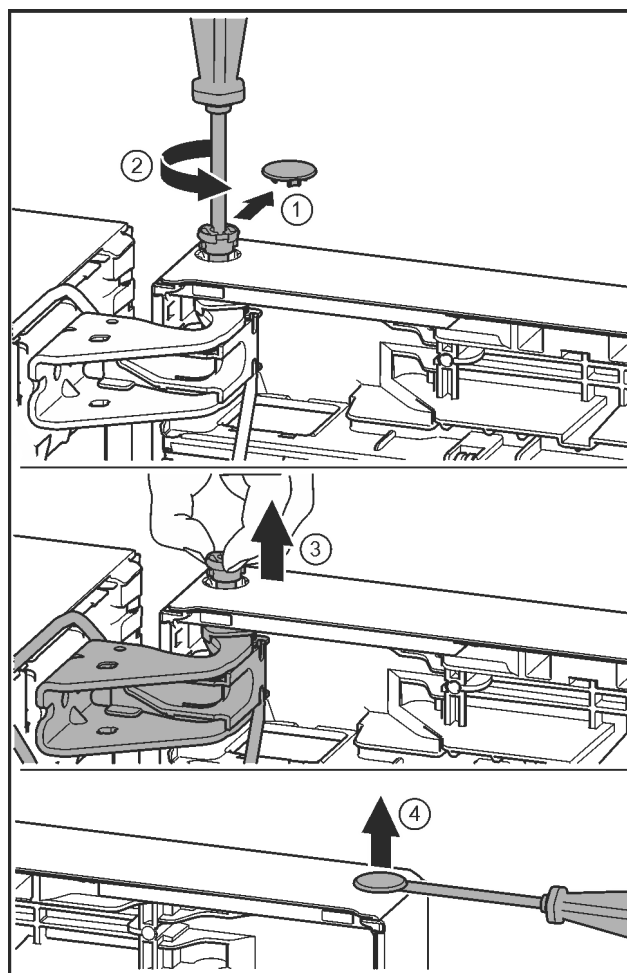

Fig. 21
- ▶ Opatrne vytiahnite poistný kryt. Fig. 21 (1)
- ▶ Skrutkovačom T15 trochu vyskrutkujte čap. Fig. 21 (2)
- ▶ Pevne držte dvere a čap vytiahnite prstami. Fig. 21 (3)
- Plochým skrutkovačom opatrne nadvihnite a vyberte zátku z puzdra ložiska dverí. Fig. 21 (4)